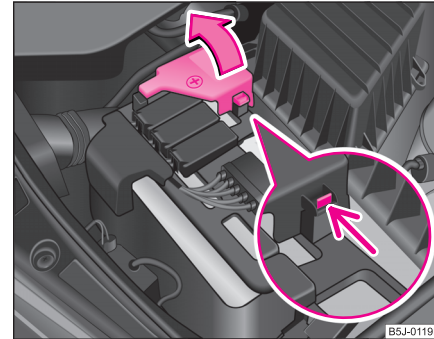

Abb. 180 Batterie: Aufklappen der Pluspol-Abdeckung
– Klappen Sie die Pluspol-Abdeckung (+) auf ⇒ Abb. 180. ▶